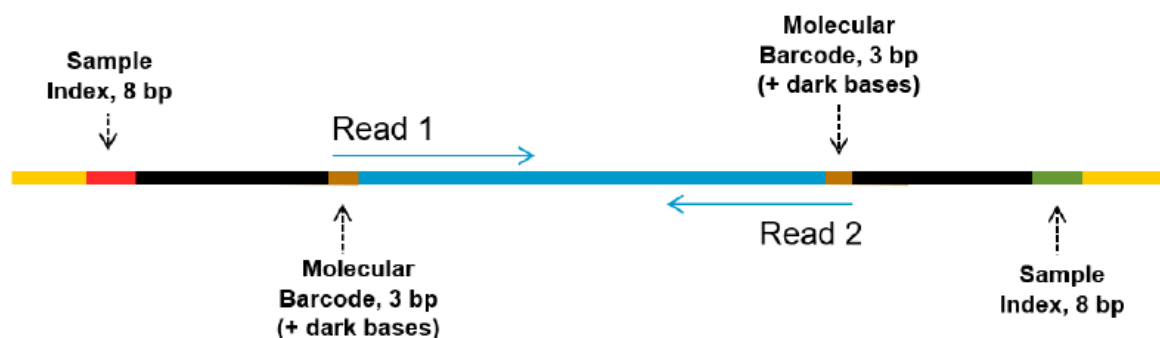

図 6 SureSelect XT HS2 シーケンスライブラリの構造
最終的な SureSelect XT HS2 RNA ライブラリプールは、イルミナ社の標準的な Paired-end プライマーとケミストリーでダイレクトシーケンスする状態となっています。図 6 に示されるように、調製されたライブラリの各断片は、1 つのターゲットインサートが、イルミナ社のプラットフォームを用いてマルチプレックスシーケンスするのに必要なシーケンスモチーフにはさまれている状態です。
- ・ ライブラリフラグメントは各ストランドに分子バーコード (MBC) を含みます (58 ページの図 6 参照)。両方のストランドが存在し、ストランド内の MBC を一致させて二重のコンセンサスリードを形成する DNA とは異なり、一本鎖 RNA の解析は片方の鎖の MBC を使用したコンセンサスリードの形成に限定されることを注意してください。
お使いの解析パイプラインで MBC を除く場合、次の解析ステップに進む前にリード 1 およびリード 2 の最初の 5 塩基をマスキングまたはトリミングすることで除けます。マスキングでデマルチプレックスをすることで除くには、ベースマスク `N5Y*,I8,I8,N5Y*` (*は実際のリード長に置き換えてください。RunInfo.xml ファイルのリード長です) を含めてください。もしくは最初の 5 塩基は、seqtk のような適切な処理ツールでデマルチプレックスした fastq ファイルからトリミングされます。AGeNT のトリミングモジュールは、MBC の除去に加えアダプター配列も除去できます。標準的なアダプタートリマーは、アライメントの質に影響を与え得る MBC の反対側のアダプター (図 6 参照) を除くことができない場合があります。